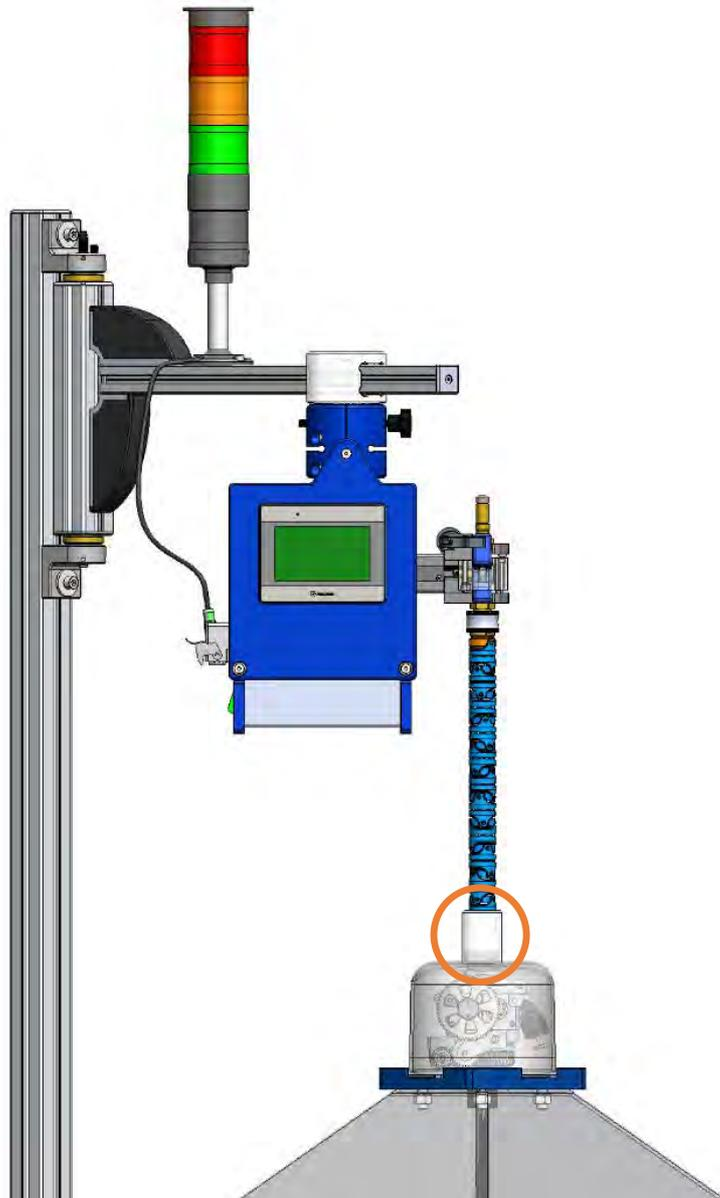

Figura 38
3. Estrarre longitudinalmente l'albero possibilmente lasciando il cuscinetto, il distanziale e la linguetta nelle apposite sedi. In caso contrario riposizionare gli elementi sull'albero come da figura. Una volta eseguita questa operazione togliere la ruota di contatto. Figura 38 e 39;